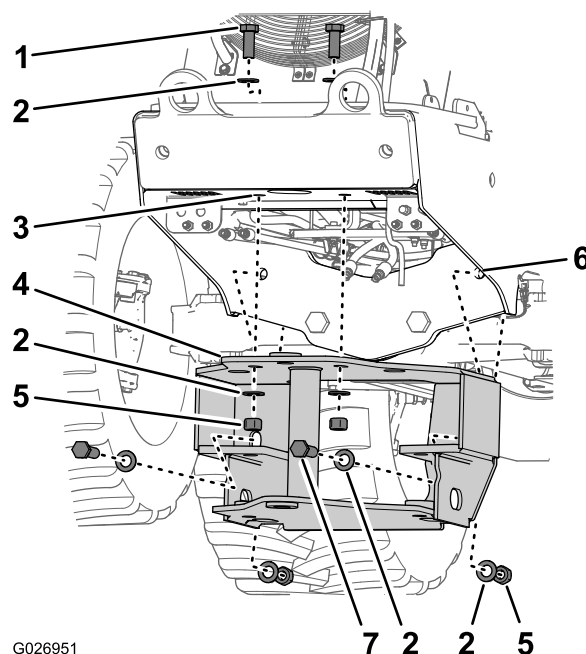
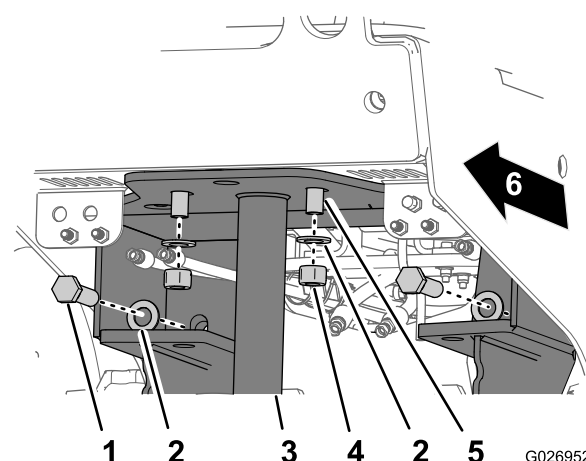
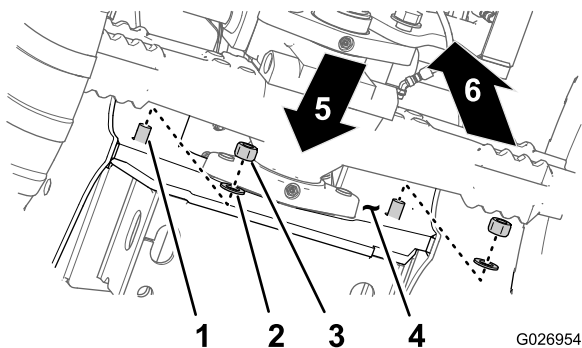
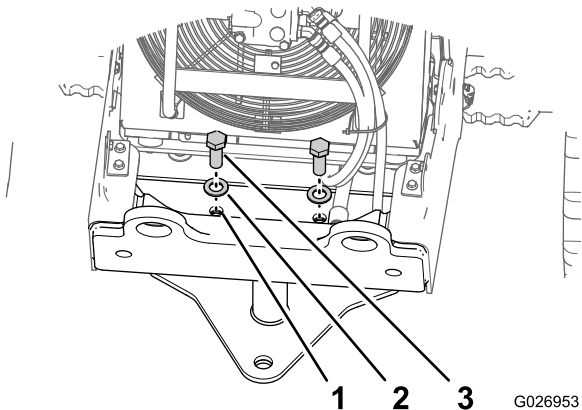

Figure 8
Figure 9
Figure 10
Figure 11
- Alignez les 2 trous horizontaux de 25 mm (1 po) du cadre de montage sur les 2 trous horizontaux du support d'essieu avant (Figure 8).
- Alignez les 2 trous verticaux de 25 mm (1 po) du cadre de montage sur les 2 trous verticaux de la plaque inférieure de cadre sur la machine (Figure 8).
- Assemblez 2 boulons (1 x 3-1/2 po), 2 rondelles (1 po) et 2 contre-écrous (1 po) dans les trous horizontaux du cadre de montage et du support d'essieu avant (Figure 8, Figure 9 et Figure 10).
5. Assemblez 2 boulons (1 x 2-1/2 po), 2 rondelles (1 po) et 2 contre-écrous (1 po) dans les trous verticaux du cadre de montage et de la plaque inférieure de cadre (Figure 9 et Figure 11).